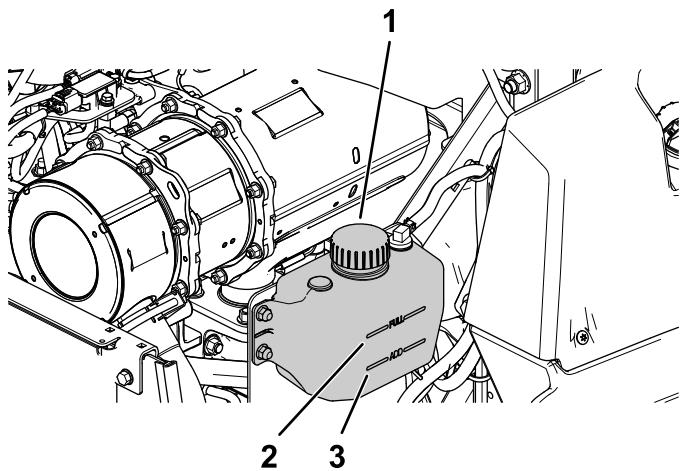

Figura 57
2. Compruebe el nivel de refrigerante en el depósito de expansión (Figura 57).
3. Si el nivel de refrigerante es bajo, retire el tapón del depósito de expansión y añada el refrigerante especificado (Figura 57).